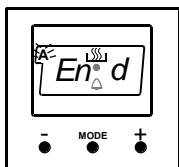

Figura 15
Primero, pulse el botón MODO hasta que visualice la palabra “detener” en la pantalla del temporizador. Cuando vea la palabra “detener” en la pantalla del temporizador, el símbolo (A) comenzará a parpadear. Cuando el temporizador se encuentre en esta posición, ajuste el período de cocción para los alimentos que desea preparar utilizando las teclas (+) y (-). A veces después de finalizar el ajuste, la hora del día aparecerá en la pantalla y los símbolos (A) y estarán iluminados de manera constante en la pantalla (figura 15).
Segundo, pulse el botón MODO hasta que visualice la palabra “fin” en la pantalla del temporizador. Cuando vea la palabra “fin” en la pantalla del temporizador, el símbolo (A) y la hora del día comenzarán a parpadear y aparecerá también el período de cocción ajustado. Cuando el temporizador se encuentre en esta posición, ajuste el tiempo de finalización para los alimentos utilizando las teclas (+) y (-). A veces, después de finalizar el ajuste, la hora del día aparecerá en la pantalla y el símbolo (A) estará iluminado de manera constante en la pantalla (figura 15).